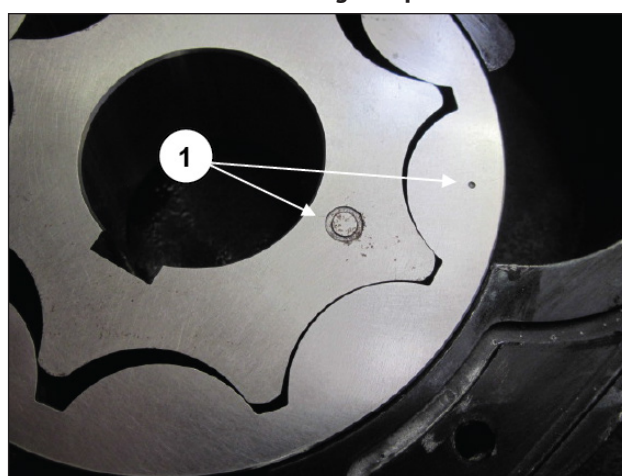

Fig. 153
**Montar los rotores de la bomba de aceite orientando las marcas de los dos componentes como se indica en la Fig. 153 pos. ①.**